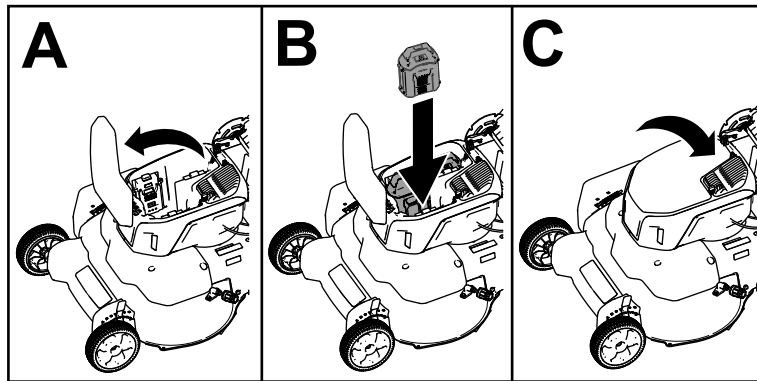

Figura 10
2. Levante la tapa del compartimento de la batería (Figura 10, A).
3. Alinee el hueco de la batería con la lengüeta de la máquina, e introduzca la batería en el compartimento hasta que se enganche en su sitio (Figura 10, B).
4. Cierre la tapa del compartimento de la batería (Figura 10, C).